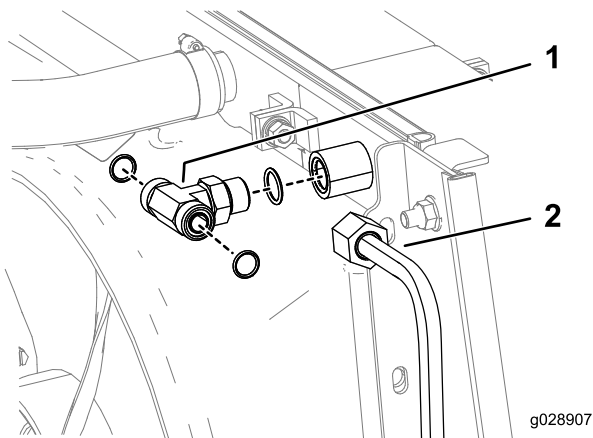

Figure 8
- Si votre machine ne possède pas de raccord en T sur le côté gauche du refroidisseur d'huile, débranchez le flexible et le raccord et posez le raccord en T (Figure 8).
2. Branchez le tube du refroidisseur d'huile à l'orifice du raccord en T (Figure 8).